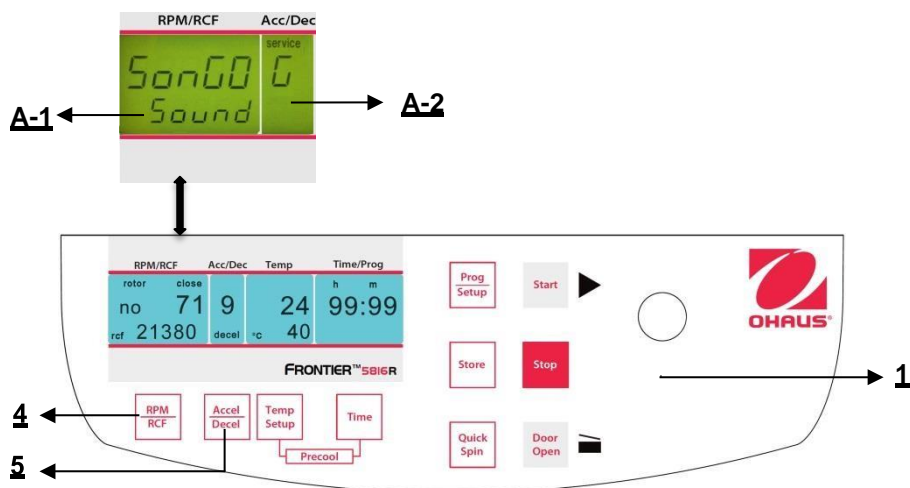

Abbildung. 37
Fahren Sie fort wie unter Punkt 4.1.1 beschrieben, um in den Programmmodus einzutreten und drücken Sie dann die Taste "**Accel/Decel**" (5). Auf der Anzeige "**Acc/Dec**" (A-2) blinkt das Wort "**Service**". Wählen Sie nun den Buchstaben "**G**" mit Hilfe des Anpassungsknopfes (1). Als Ergebnis erscheinen auf der Anzeige "**RPM | RCF**" (A-1) die Worte "**SonGo/Sound**". Nach dem Drücken der Taste "**RPM | RCF**" (4) können Sie mit Hilfe des Anpassungsknopfes (1) ein Lied auswählen. (Siehe Abbildung 37).